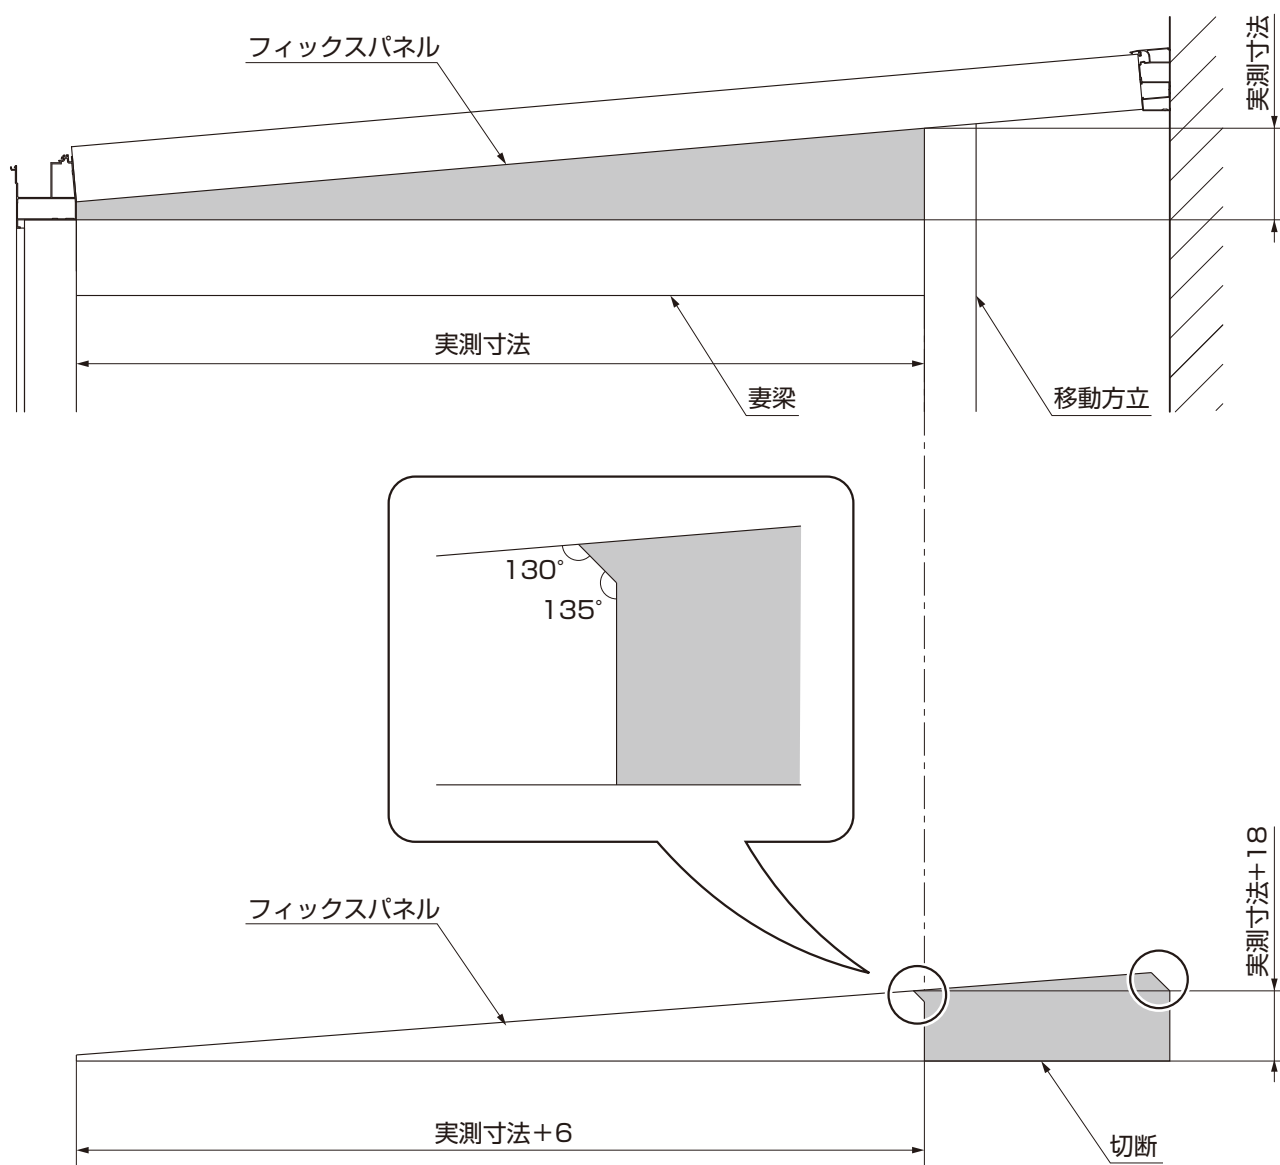

図7-1
①図7-1のように寸法を採寸して、フィックスパネルを切断してください。